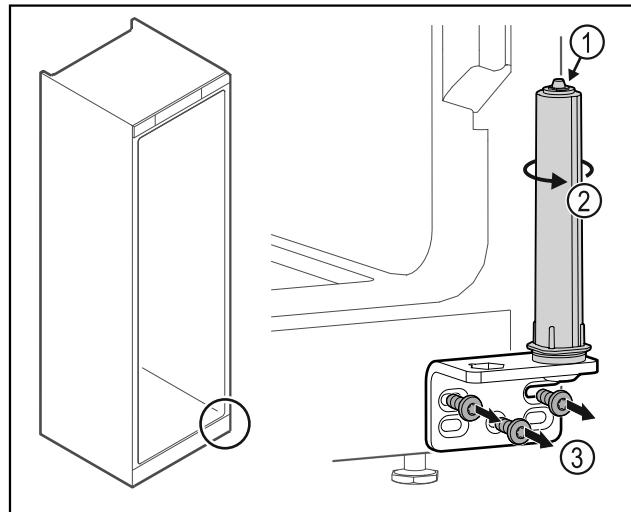

Fig. 38
- Μην αποσυναρμολογείτε το σύστημα κλεισμάτος πόρτας Fig. 38 (1).
- Περιστρέψτε το σύστημα κλεισμάτος Fig. 38 (2), μέχρι να κάνει κλικ.
► Ξεβιδώστε τη γωνία μεντεσέ Fig. 38 (3).